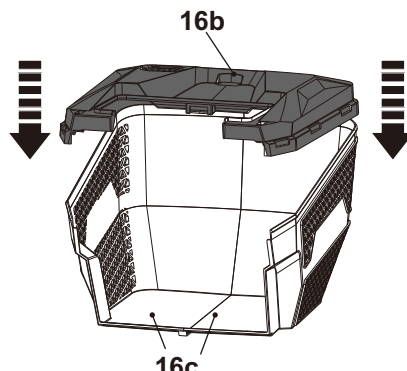

Fig. 5
2. Alignez les faces avant du capot supérieur (16b) et l'assemblage des fonds de bac (16c) du bac de ramassage (16). Assemblez-les en commençant par l'avant (Fig. 5).